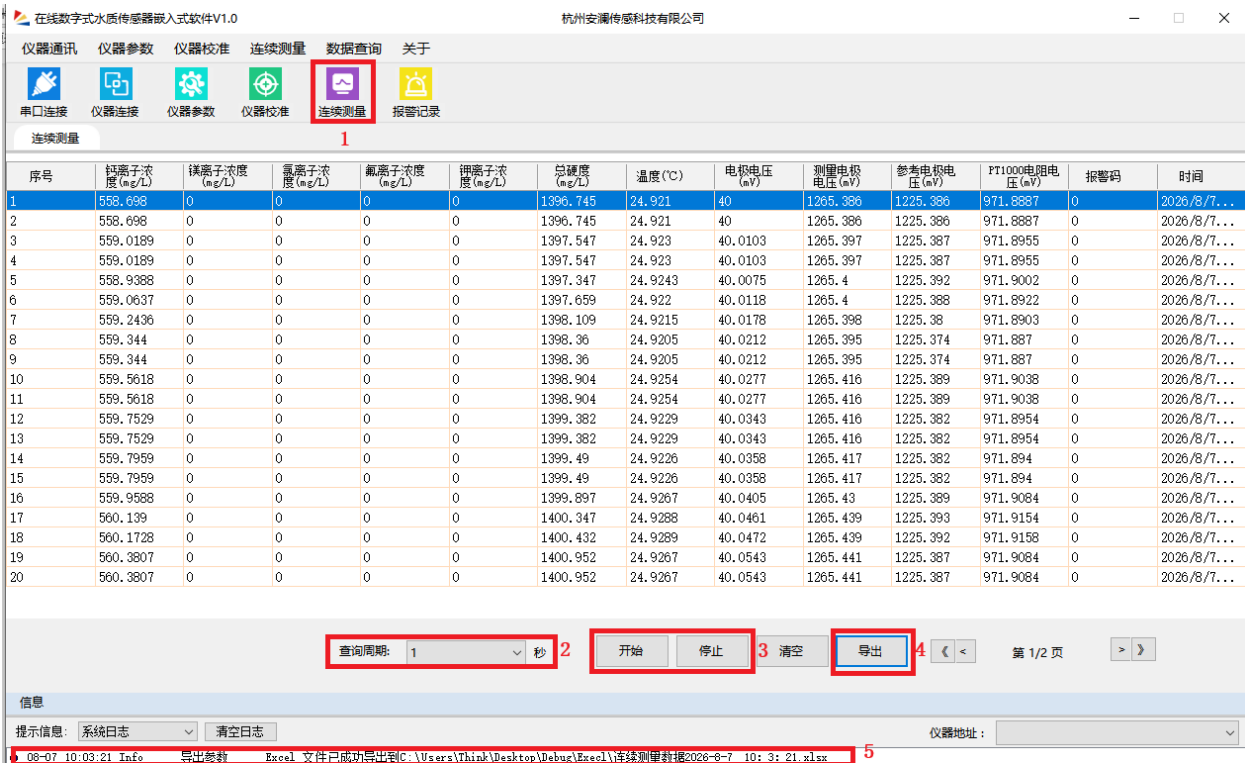

图 3-6 连续测量界面
- 1) 查看实时测量值:在“连续测量”界面下，下拉选择查询周期（1/5/10/30/60s）可选，点击“开始”，软件开始采集实时测量数据并逐行显示，如图 3-6 所示。